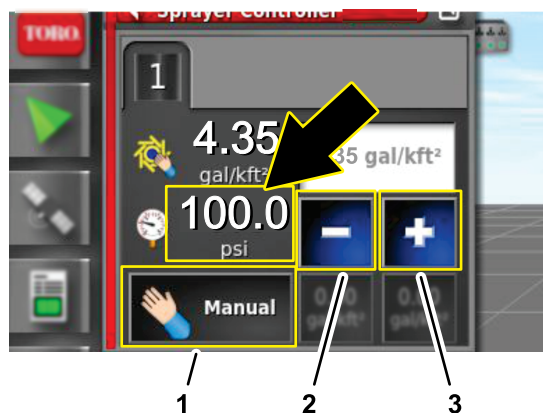

Рисунок 242
7. В диалоговом окне контроллера интенсивности опрыскивания нажимайте значок RATE CONTROL MODE (РЕЖИМ УПРАВЛЕНИЯ ИНТЕНСИВНОСТЬЮ ОПРЫСКИВАНИЯ), пока не будет отображен ручной режим (Рисунок 242).
8. Нажимайте значок пошагового уменьшения (-) или пошагового увеличения (+), чтобы отрегулировать давление в системе опрыскивания (Рисунок 242) на 6,9 бар (100 фунтов на кв. дюйм).